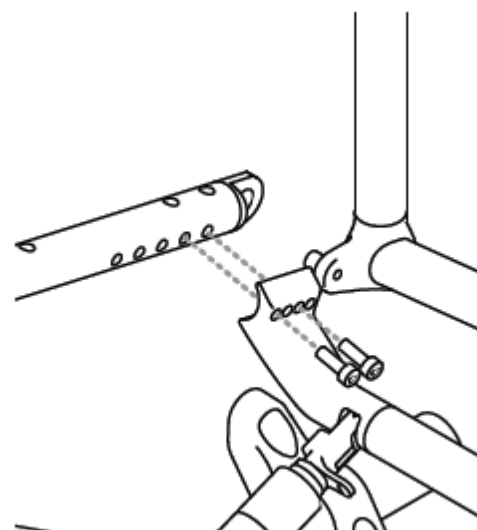

Figura 19.3 Regolazione del supporto altezza seduta.
1. Usando la chiave a brugola da 5 mm, rimuovere le viti a brugola sul traverso superiore del telaio, come mostrato. (Vedi Figura 19.3)